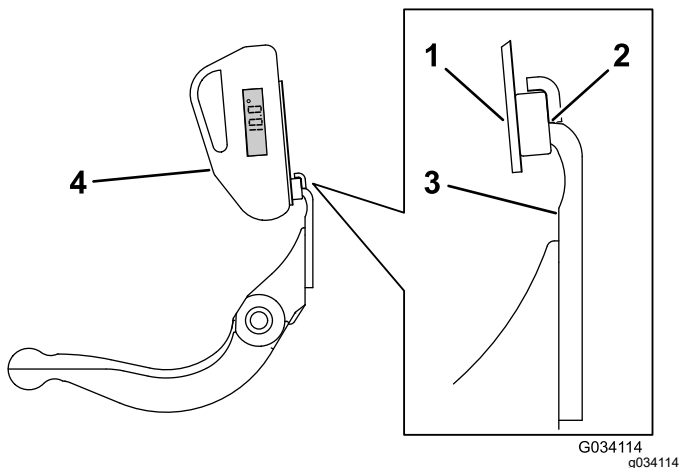

Bild 25
3. Legen Sie die Neigungsmesserbefestigung an die Kante des Untermessers, sodass die Kante des Magnets bündig mit der Kante des Untermessers ist (Bild 25).
4. Legen Sie den Neigungsmesser auf die Befestigung, wie in Bild 25 abgebildet.